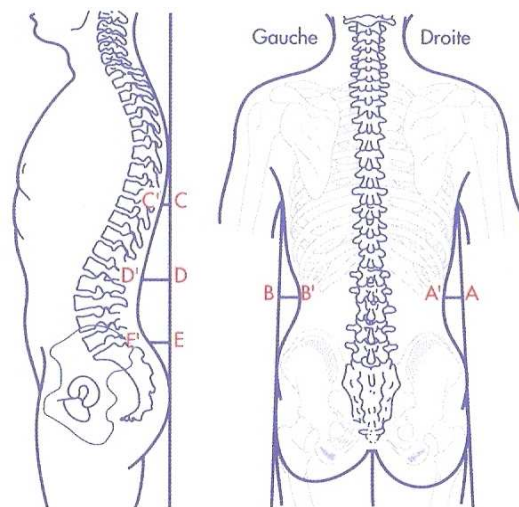

Figure 26 : Cambrures ⁽⁵⁸⁾
- Les cambrures (Figure 26): placer une règle partant du haut de ceinture souhaité et passant sur le point le plus rebondi des fesses (pour le dos), puis des hanches (pour les côtés). Relever ensuite les écarts horizontaux entre la règle et la peau.